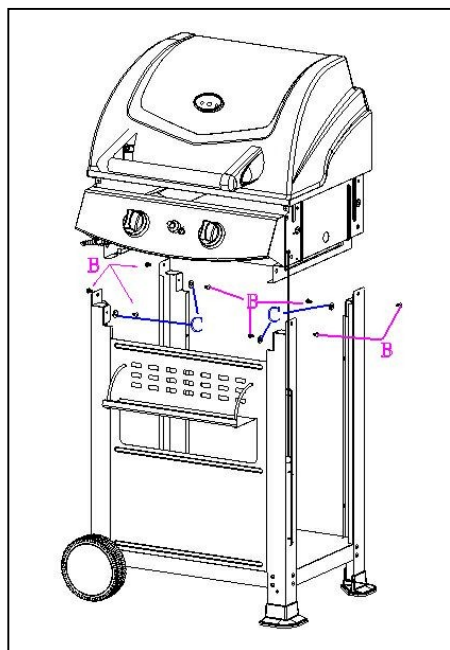

Abbildung 4
4. Verbinden Sie das Grundgestell mit dem Wagen mittels der Schrauben und Beilagscheiben (Abb. 4).